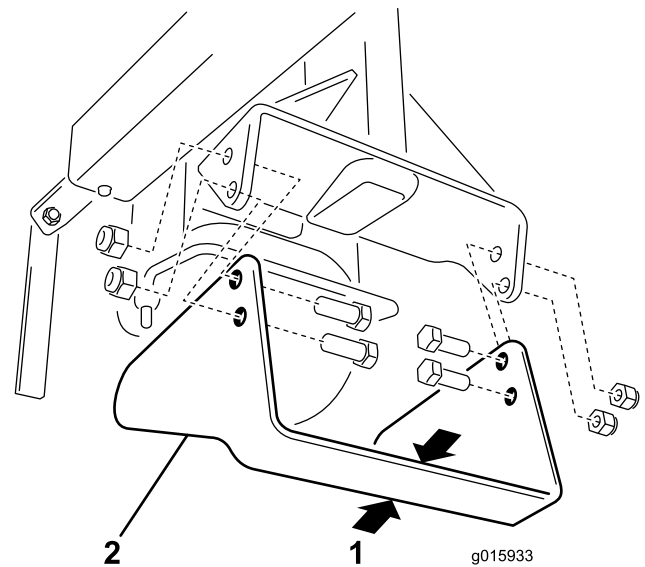

Bild 15
Prüfen Sie das Messer des Kantenschneiders oft und tauschen Sie das Messer aus, wenn die Messerbreite auf 32 mm verringert ist (Bild 15).
3. Entfernen Sie die vier Schrauben und Muttern, mit denen das Messer am Schnittarm befestigt ist (Bild 15).